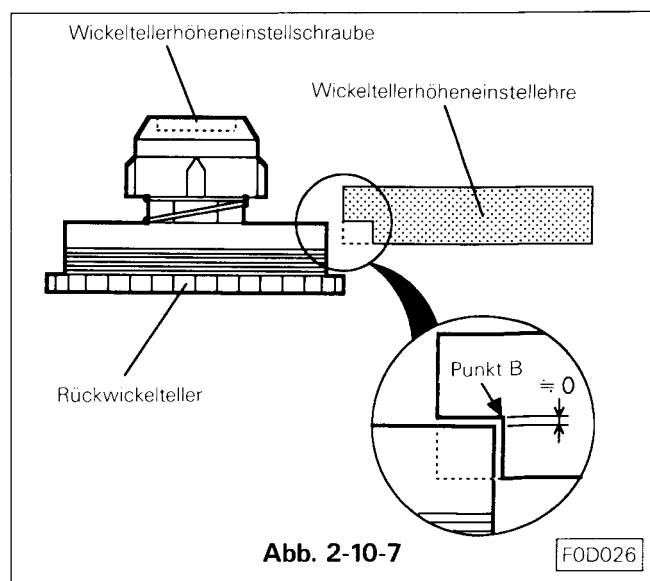

Abb. 2-10-7
- K. Die Lehre vorsichtig um Punkt A mit der Makierung SP zum Rückwickelteller bewegen. Die Aussparung B an der Lehre bestimmt die Höhe des Wickeltellers. (Siehe Abb. 2-10-7)
- L. Die Höhe des Wickeltellers kann über die Schraube in der Mitte an der Oberseite des Wickeltellers eingestellt werden. Für die Einstellung den Wickelteller festhalten. (Siehe Abb. 2-10-7)